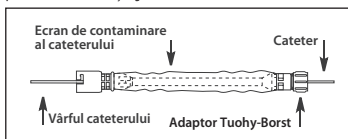

Figura 1
- a. Dacă se utilizează un ecran anticontaminare pentru cateter cu adaptor Tuohy-Borst, introduceți vârful cateterului dorit prin capătul cu adaptor Tuohy-Borst al ecranului anticontaminare al cateterului. Avansați cateterul prin tubulatură și ambou la capătul celălalt (consultați Figura 1).